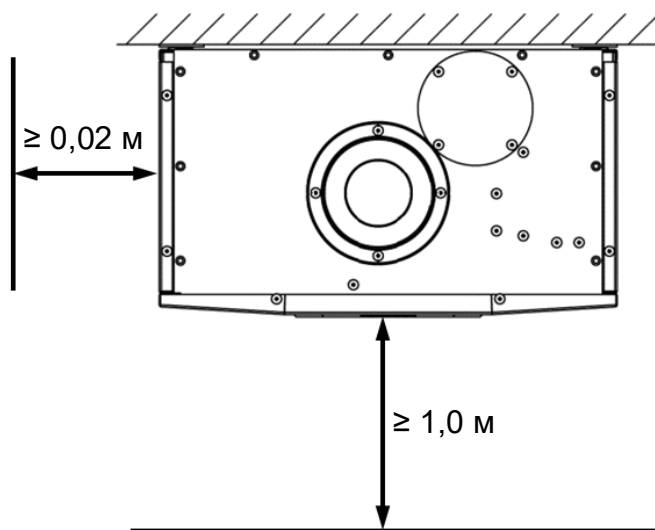

Рис. 9
- Перед фронтом котла **должна быть** зона обслуживания не менее 1,0 м. (См. Рис. 9)
- Расстояние от котла до боковой стены из негорючих материалов **должно быть** не менее 2 см. (См. Рис. 9).